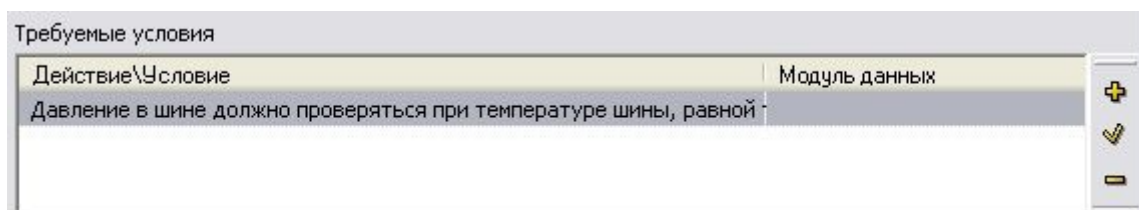

Рис. 6.10
3. После ввода параметров в окне **Добавление записи** нажмите на кнопку **Применить**. В окне **Требуемые условия** появится введенное условие (Рис. 6.10).